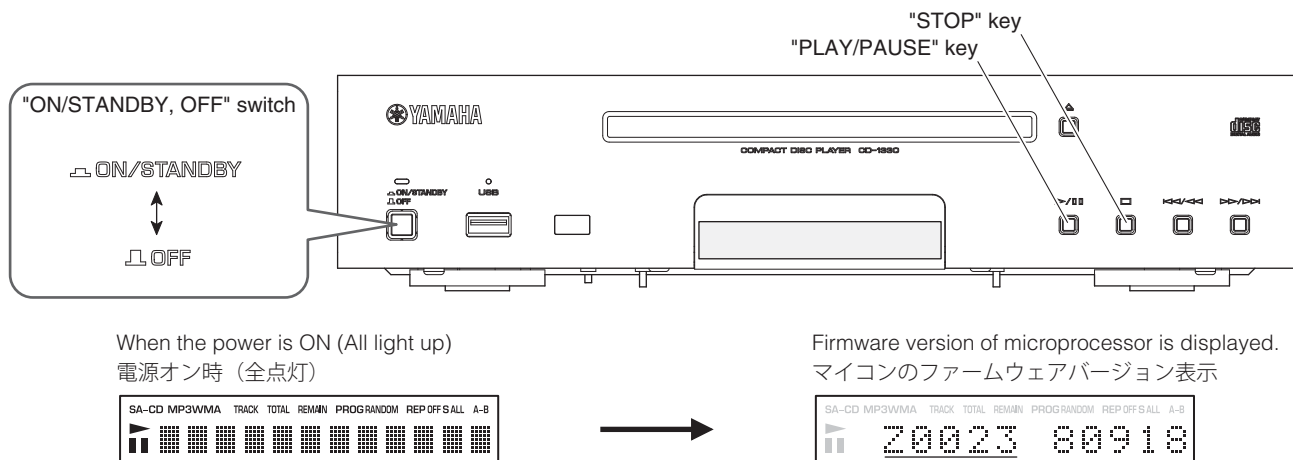

Fig. 1
1. While pressing the "PLAY/PAUSE" and "STOP" keys, press the "ON/STANDBY, OFF" switch of this unit to turn on the power, and then release these 2 keys. (Fig. 1)
The firmware version is displayed. (Fig. 1)
1. 本機の "PLAY/PAUSE" キーと "STOP" キーを押しながら、"ON/STANDBY, OFF" スイッチを押して電源を入れ、これら2つのキーを放します。(Fig. 1) ファームウェアバージョンが表示されます。(Fig. 1)